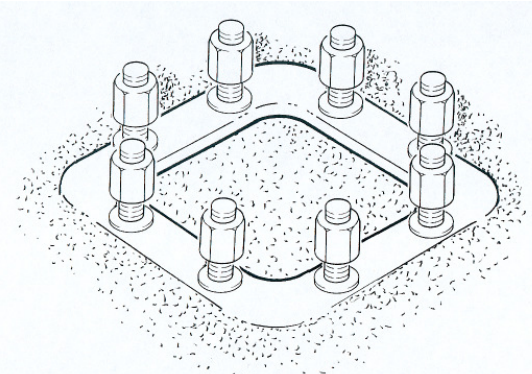

Fig.22
3. déposer l'ensemble dans le massif béton à couler en s'assurant que le gabarit est alignée par rapport au sol (fig. 22). Protéger les écrous et le filetage des tirants pour éviter tout dommage.